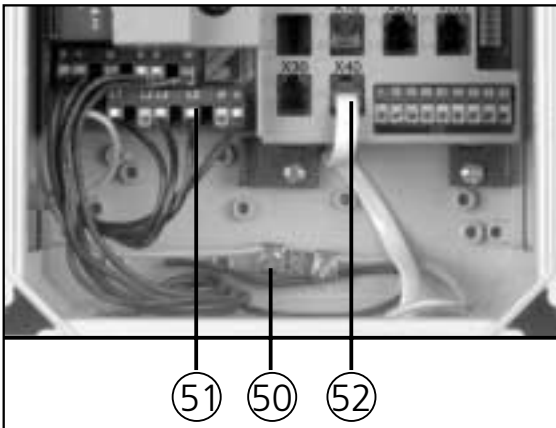

Abb. 5: Anschlüsse in der Steuerung Control 144N
- Nehmen Sie die Anschlüsse in der Steuerung gemäß Abb. 5 oder 7 vor.